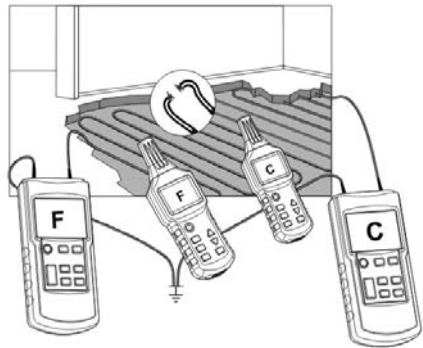

Abb.13b
- Schließen Sie die beiden Sender (falls zwei Sender verwendet werden) gemäß Abb. 13b an.